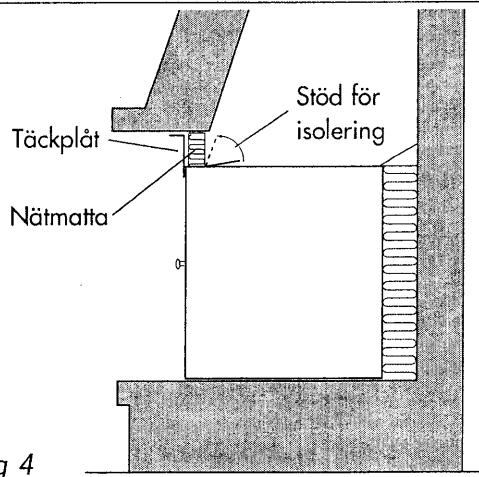

Fig 4
7. Lägg in den isolering som skall sitta bakom de övre plåtarna *innan* plåtarna monteras (se fig. 4). Vik upp de två plåttlikarna som sitter uppe på värmerören som stöd för isoleringen. Passa till lämplig mängd isolering och kontrollera att det blir lagom innan plåtarna monteras.